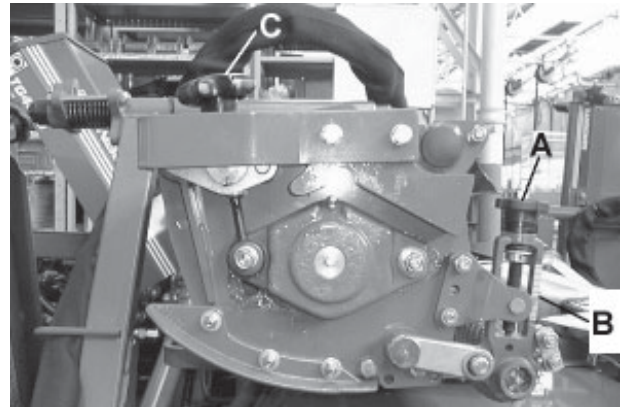

Fig.4
Schnitthöhe (Abb. 4 & 5)
1. Einstellhandrad oder Mutter (A Abb. 4) auf dem Handrad zum Erhöhen der Schnitthöhe im Uhrzeigersinn (+), zum Verringern der Schnitthöhe entgegen dem Uhrzeigersinn (-) drehen.
2. Es ist wichtig, daß an allen Schneideinheiten beide Einstellvorrichtungen gleich eingestellt sind. Zur Erleichterung einer gleichhohen Einstellung ist an jedem Walzenende eine Schnitthöhenanzeige (B Abb. 4) angebracht.